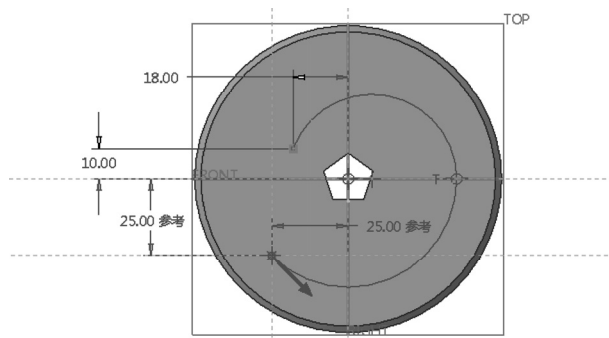

图 5-90 绘制曲线
6) 草绘图 5-90 所示的基准曲线，单击 (确定) 按钮。值得注意的是，在绘制基准曲线的过程中，可以在功能区“草绘”选项卡中的“设置”组中单击 (参考) 按钮，利用弹出的“参考”对话框指定相关的绘图和标注参考。